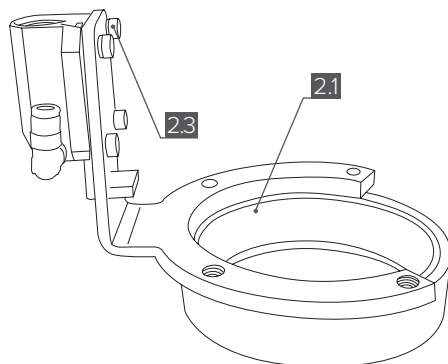

Рис. 4
Вкрутите в резьбовое отверстие в актуаторе **[2.2]** угловой фитинг **[4]** (**Рис. 4**).
1. Прикрепите актуатор к кронштейну корпуса подшипника **[2.1]**, при этом болты крепления актуатора М4х10 **[2.3]** не закручивайте до конца, а наживите (**Рис. 4**).